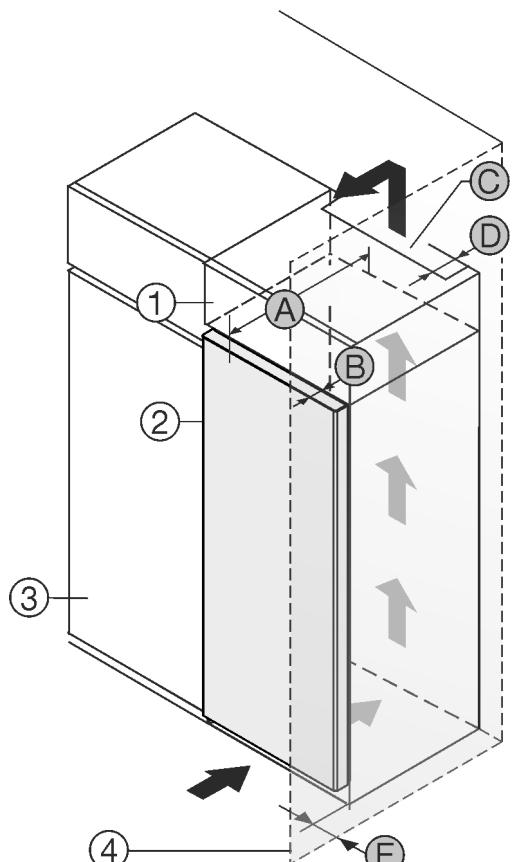

Fig. 1
Поставете уреда непосредствено до кухненския шкаф Fig. 1 (3).
От задната страна на шафа-пристройка трябва да има вентилационен отвор с дълбочина Fig. 1 (D) по цялата широчина на шафа-пристройка.
Под тавана на помещението трябва да е спазено сечението за вентилация Fig. 1 (C).
Когато уредът се поставя с пантите до стена Fig. 1 (4), разстоянието между уреда и стената трябва да е поне 13 mm.
Когато уредът се поставя с пантите до стена Fig. 1 (4), разстоянието между уреда и стената трябва да е поне 20 mm.
За да могат вратите да се отварят изцяло, уредът трябва да е издаден с дълбочината на вратата Fig. 1 (B) спрямо челото на кухненския шкаф. В зависимост от дълбочината на кухненските шкафове Fig. 1 (3) и използването на детайли за отстояние от стената, уредът може да излезе още по-напред.